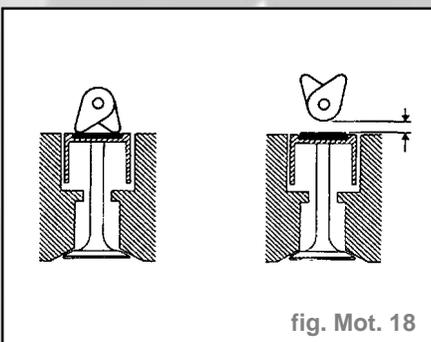

fig. Mot. 18
- Placer les soupapes du cylindre concerné en position fin échappement début admission et vérifier le jeu (fig. Mot. 18).